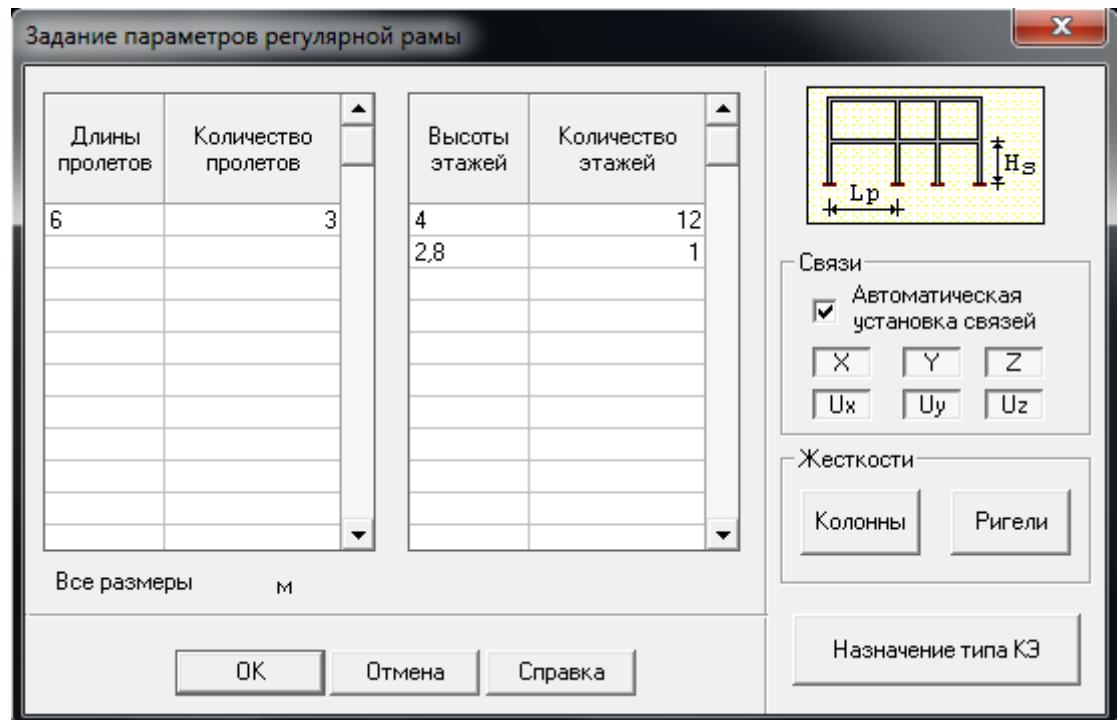

Рисунок 1.9 - Диалоговое окно SCAD для задания параметров рамы
7. В появившемся диалоговом окне **Задание параметров** регулярной рамы (рис.1.9) ввод геометрических размеров рамы вы-
Для нашей рамы необходимо ввести данные в обе таблицы, как показано на рис. 1.9. Далее следует нажать кнопку OK в диалоговом окне и SCAD автоматически построит рамы с заданными пользователем параметрами.